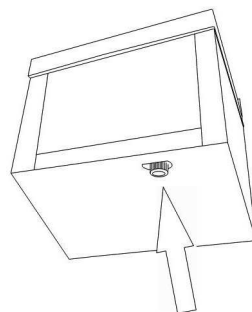

Fig. 4
- Le mélange d'eau chaude et d'eau froide se règle à l'aide du bouton de commande (fig. 4).